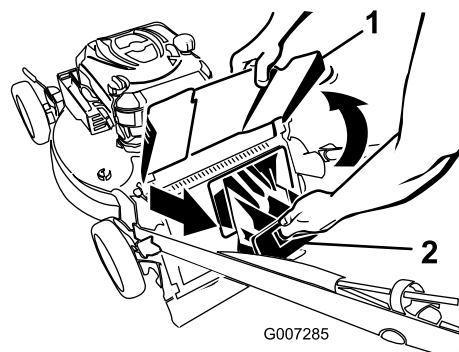

Figura 32
1. Levante y sujete el deflector de descarga (Figura 32).
2. Saque el tapón de descarga trasera (Figura 32).